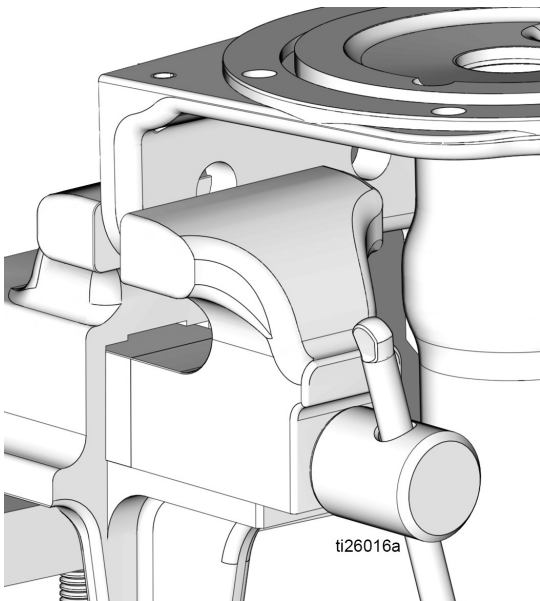

FIG. 30
1. Utilizzare un panno pulito per pulire la base della pompa (1) e rimuovere sporco o contaminanti. Ispezionare la superficie per verificare l'eventuale presenza di graffi e/o danni. Sostituire la pompa se la sua base è danneggiata.
2. Se necessario, riposizionare la base della pompa (1) in una morsa come mostrato in FIG. 30.